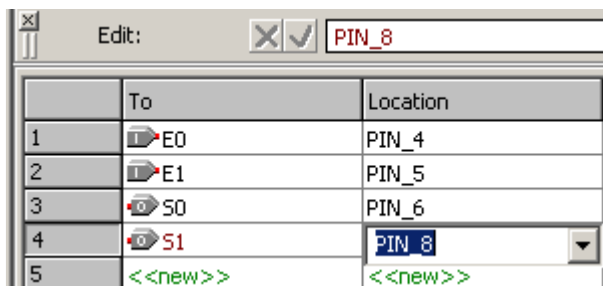

Figura 6.10 Atribuição de números de pinagem aos pinos de entrada e saída do projeto.
5. Correndo o ponteiro do mouse pela numeração, ou apenas digitando o número do pino que se deseja atribuir à entrada/saída, vai se atribuindo um a um todos os pinos, como mostra a Figura 6.10.